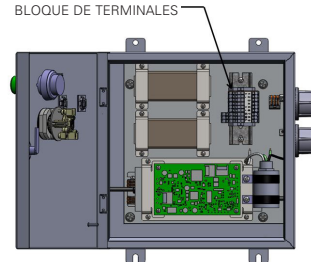

Figura 2. Configuraciones de EM UNV1
2. Ubique el bloque de terminales según la Figura 2 o 3.